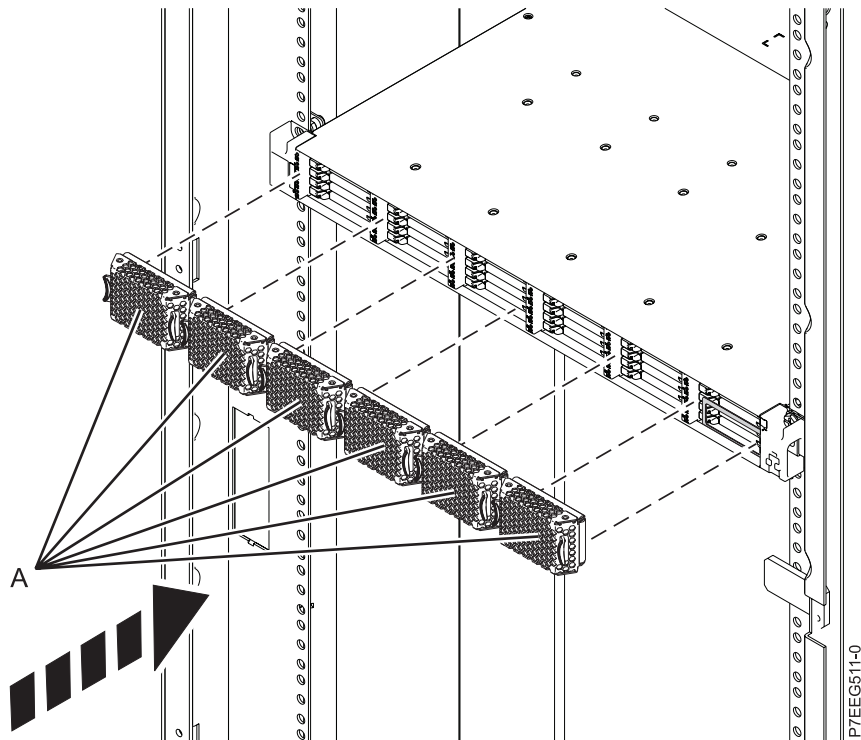

Figure 18. Installation des panneaux EMC SSD
- g. Installez les six panneaux EMC SSD (A) de façon à couvrir les emplacements qui contiennent les unités SSD, comme illustré à la figure 18, à la page 16.